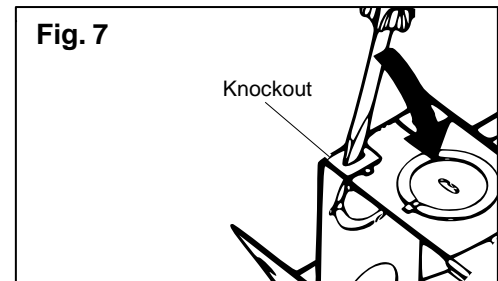
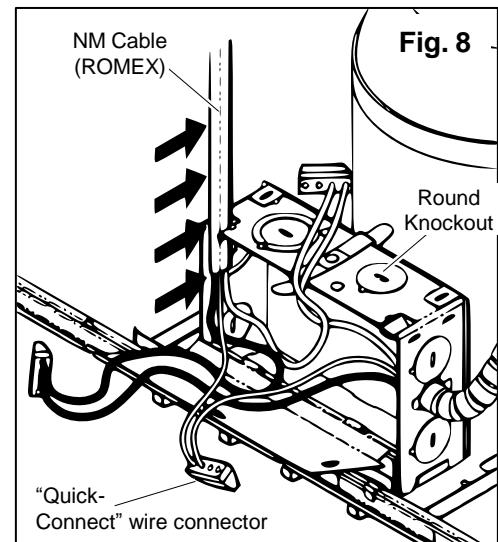

Fig. 7
Fig. 8
- A. FOR BX (ARMORED) CABLE - Break off one of the round knockouts (FIG. 8) using a screwdriver. Secure an appropriately sized BX cable connector to the knockout opening. Feed the BX cable through the connector, providing 6" of slack inside the junction box. Tighten the connector to secure the cable in place.
- B. FOR NM (ROMEX) CABLE - Break off one of the rectangular knockouts located on the top of the junction box using a screwdriver, creating a slot. (FIG. 7) Slide the NM cable into the slot, as shown, making sure there is 6" of slack inside the junction box. (FIG. 8)
- A. PARA CABLES BX (BLINDADOS) - Con un destornillador, rompe el tapón de una de las entradas redondas. **(FIG. 8)** Coloca un conector de cable BX apropiado en la abertura de la entrada. Pasa el cable BX a través del conector, dejando 15,24 cm de cable holgado dentro de la caja eléctrica. Ajusta el conector para asegurar el cable en su sitio.
- B. PARA CABLE NM (ROMEX) – Con un destornillador, rompe el tapón de una de las entradas rectangulares que están en el lado superior de la caja eléctrica, para abrir una ranura. **(FIG. 7)** Inserta el cable NM en la ranura, como se muestra; deja 15,24 cm de cable holgado dentro de la caja eléctrica. **(FIG. 8)**